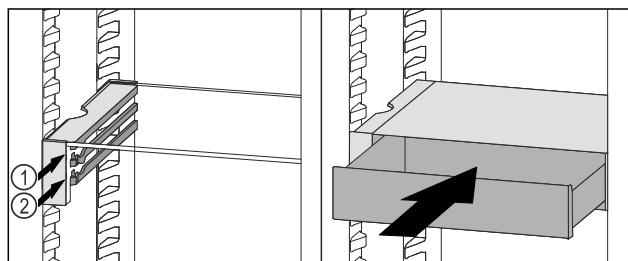

Fig. 95
- VarioSafe-Schubfach hinter den Stopfern auf gewünschter Rippe Fig. 95 (1) oder Fig. 95 (2) aufsetzen.